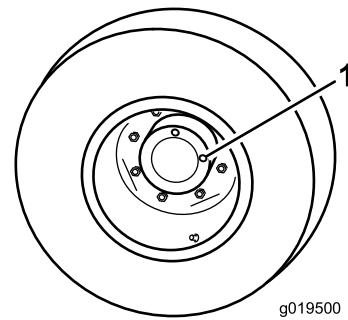

Figura 81
1. Com a máquina numa superfície plana, posicione a roda de forma a que 1 tampão de verificação fique na posição das 12 horas e o outro na das 3 horas (Figura 81).
2. Retire o tampão da posição das 3 horas (Figura 81).